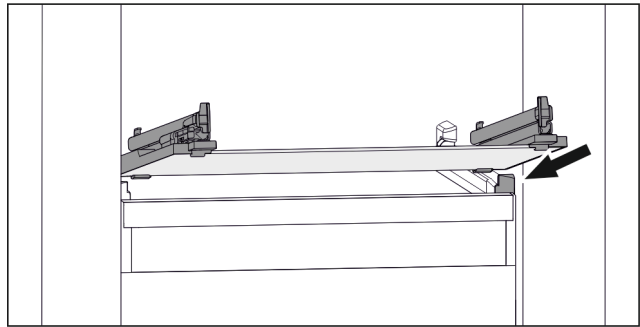

Fig. 88 Beispielhafte Darstellung der Glasplatte
- ▶ Glasplatte schräg hinter den Stoppern aufsetzen. (zie Fig. 88)